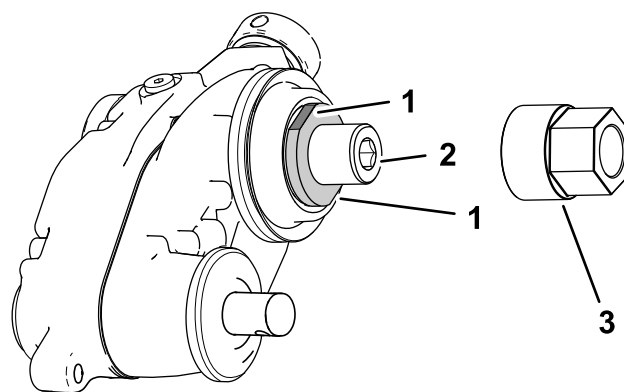

Figura 11
**Nota:** Ao apertar o adaptador do cilindro e eixo da caixa do rastelo, prenda o eixo com uma chave nas partes planas na parte interior da caixa de transmissão do rastelo (Figura 11).